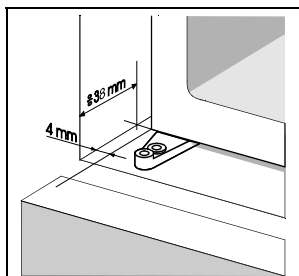

Figure 1
- Poussez l'appareil environ 30 mm dans le meuble en laissant une distance de 4 mm (Figure 1) sur toute la hauteur entre la paroi latérale du meuble et l'appareil à côté opposée à la charnière de la porte.